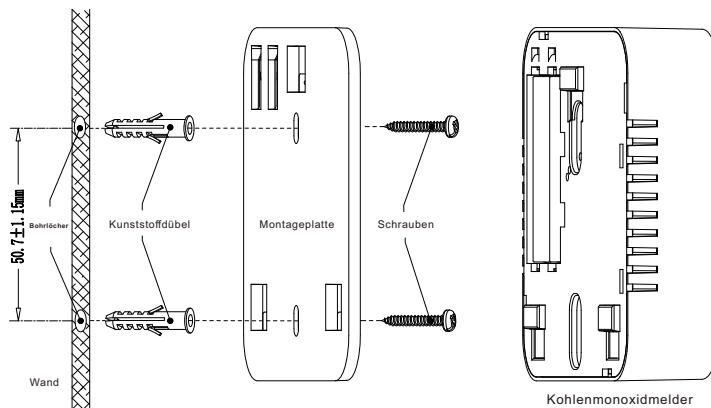

Abbildung 1
Siehe INSTALLATIONSZEICHNUNG, Abbildung 1.
4. Schrauben Sie die Montageplatte fest (siehe Abbildung 1).
1. Montieren Sie den Melder an der Wand, siehe Abbildung 1.